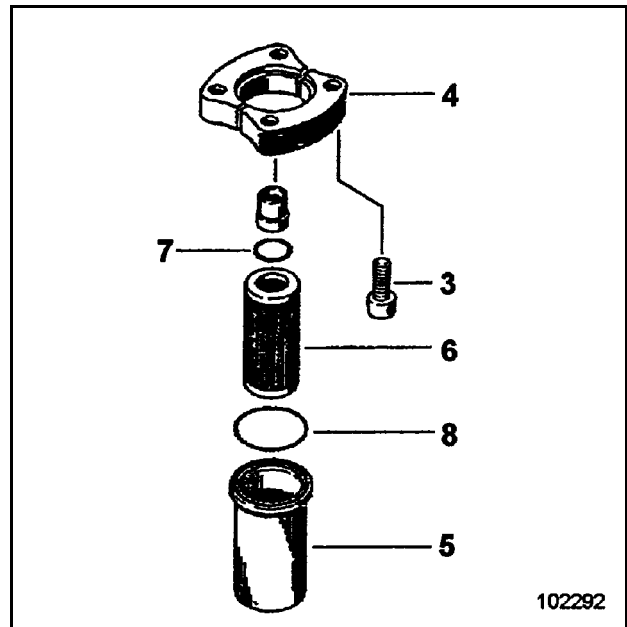

Fig. 3-75:
- Flansch (4, Fig. 3-75:) lösen.
- Filterelement (6) aus dem Filtergehäuse (5) ziehen.
- Neues Filterelement ins Filtergehäuse (5) einsetzen und mit neuen, leicht eingöltem Dichtring (8) an Filterkopf anbauen.
- Neues Filterelement (6, Fig. 3-75:) einbauen und mit einem neuen leicht eingöltem Dichtring (7) zusammenbauen.